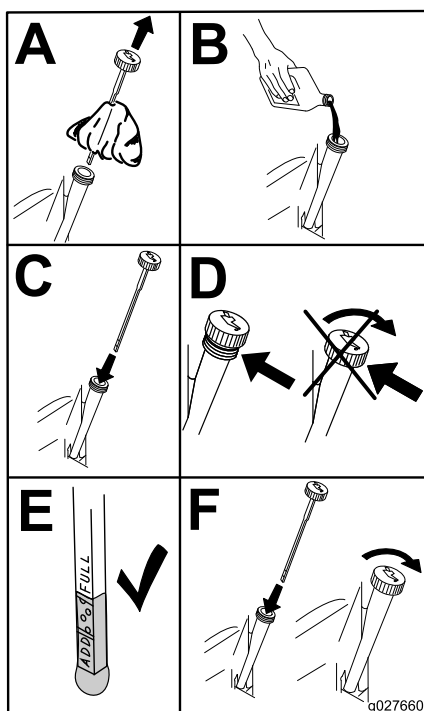

Figure 46
6. Versez lentement environ 80 % de l'huile spécifiée dans le tube de remplissage, puis faites l'appoint lentement pour faire monter le niveau jusqu'au repère maximum (Full) (Figure 46).